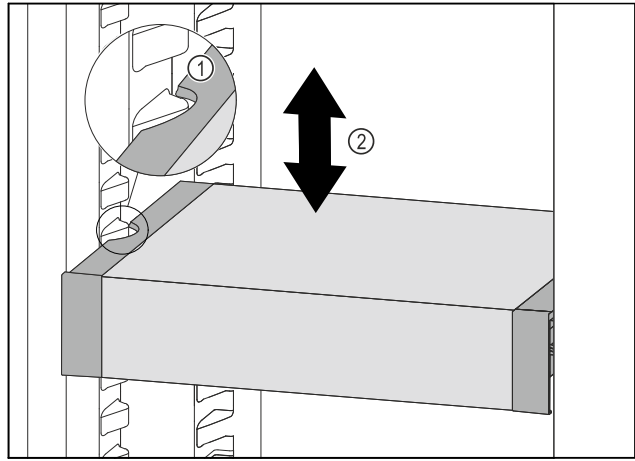

Fig. 105
- ▶ VarioSafe nach vorne ziehen, bis sich die seitlichen Aussparungen des VarioSafes auf Höhe der Behälterrippe im Kühlteil befinden. Fig. 105 (1)
- ▶ VarioSafe im Kühlteil nach oben oder unten bewegen, bis gewünschte Höhe erreicht ist. Fig. 105 (2)